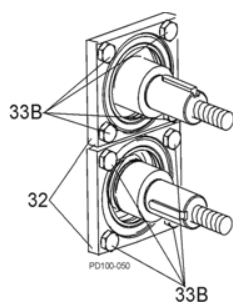

Abbildung 16 - Ausbau der Lageraufnahmen
3. Entfernen Sie die Schrauben der vorderen Lageraufnahme (Abbildung 16, Pos. 33B) und ziehen Sie die Lageraufnahmen (Pos. 32) heraus. (klemmt eine Lageraufnahme, belassen Sie sie an Ort und Stelle; sie wird beim Ausbau der Welle herausgedrückt).